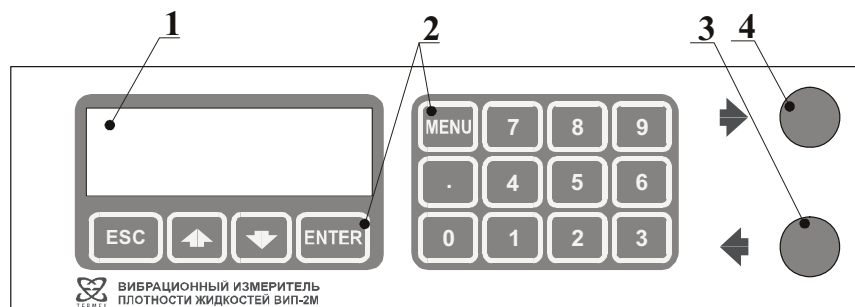
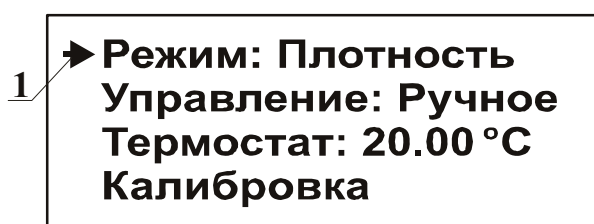
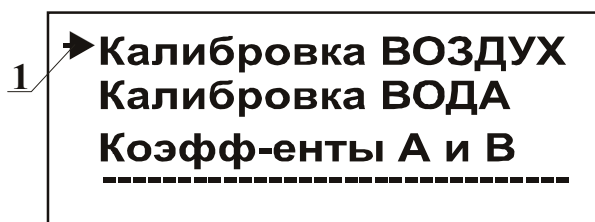

Рисунок 2. Лицевая панель плотнмера
Рисунок 5. Системное меню
Рисунок 6. Меню калибровки
На лицевой панели плотнмера расположены (рисунок 2):
Для входа в системное меню из режима измерения следует нажать клавишу **MENU** на лицевой панели плотномера (рисунок 2).
С левой стороны индикаторного табло выводится указатель пункта меню 1 – ► (рисунок 5), для перемещения которого предназначены клавиши ▲ и ▼ на лицевой панели плотномера (рисунок 2).
Для установки режима измерения следует в системном меню плотномера подвести указатель ► (рисунок 5) к первому пункту - **Режим** и нажать клавишу **ENTER**. Указатель ► исчезнет, а название пункта меню поменяет вид: оно будет выведено на темном фоне: **Режим:**. Затем, клавишами ▲ или ▼, следует установить требуемый режим измерения перебором возможных значений:
Для выбора типа управления процедурой измерения следует в системном меню плотномера подвести указатель ► (рисунок 5) ко второму пункту - **Управление** и нажать клавишу **ENTER**. Указатель ► исчезнет, а название пункта меню поменяет вид: оно будет выведено на темном фоне: **Управление**. Затем следует установить требуемый тип управления клавишами ▲ или ▼. Возможны два варианта управления проведением измерений:
Для установки температуры датчика следует в системном меню плотномера подвести указатель ► (рисунок 5) к третьему пункту - **Термостат**. Справа от него индицируется текущее значение уставки температуры датчика в °С. Для изменения уставки необходимо нажать клавишу **ENTER**. Значение очистится и появится курсор ввода в виде символа подчеркивания. Затем при помощи цифровых клавиш следует ввести новое значение температуры термостата. Неверно введенную цифру можно забить клавишей ▲.
2.5.2 Для входа в меню калибровки следует в системном меню плотномера подвести указатель ► (рисунок 5) к четвертому пункту - **Калибровка** и нажать клавишу **ENTER**. При этом на индикаторном табло появляется меню калибровки, представленное на рисунке 6:
С левой стороны индикаторного табло выводится указатель пункта меню 1 - ▶, (рисунок 6), для перемещения которого предназначены клавиши ↑ и ↓ на лицевой панели плотномера (рисунок 2). Для входа в подменю, отмеченное указателем ▶, служит клавиша **ENTER**. Для возврата в системное меню - клавиша **ESC**.
меню «Калибровки» (рисунок 5). В подменю «Калибровка ВОДА» запустить процедуру калибровки (п. 2.5.5). После ее окончания вернуться в режим измерения. Отличие измеряемого значения плотности воды от табличного (ПРИЛОЖЕНИЕ А) не должно превышать предел допускаемой основной погрешности измерения (п. 1.2.2). В противном случае процедуру калибровки следует повторить.